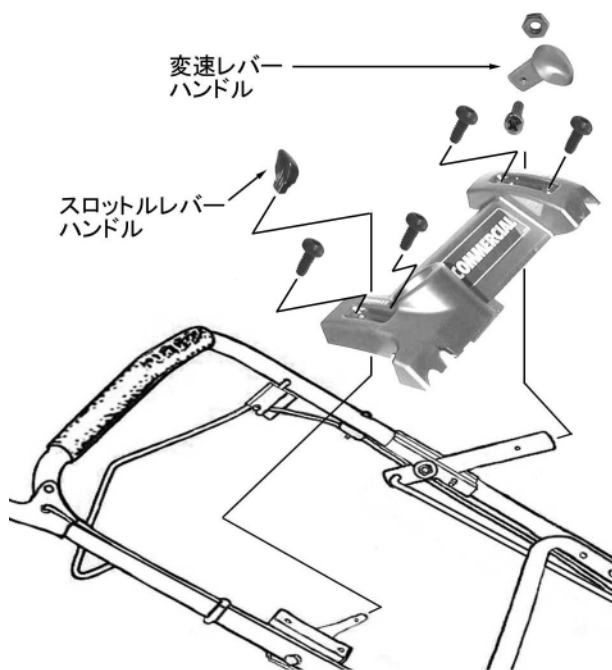

図3-10
3. スロットルレバーにスロットルレバーハンドルを深く差し込みます。（図3-10）